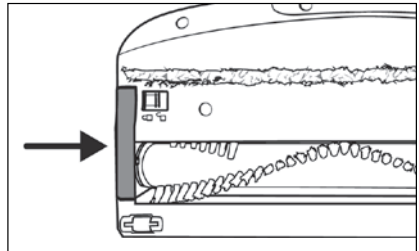

Abb. 32
- 6) Setzen Sie den Bürstenrollenhalter 20 wieder in die Bodenbürste 22 ein. Drücken Sie ihn nach unten, bis er mit einem Klickgeräusch in die Bodenbürste 22 einrastet (siehe Abb. 32).